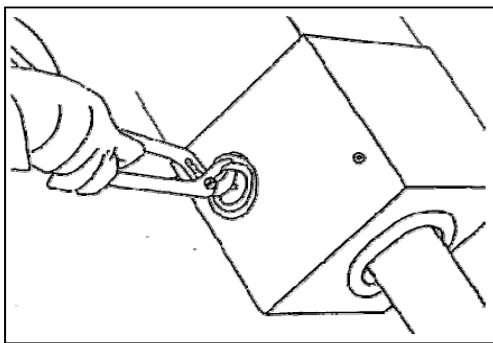
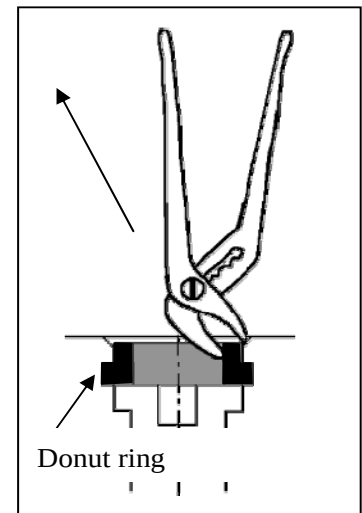

Fig.1
Fig.2
- 1) Verwijder Afdekplaat (8), zie pagina **Fout! Bladwijzer niet gedefinieerd.** tot 10 .
- 2) Verwijder de donut ring met een waterpomptang. Zie Fig. 1 en Fig. 2.
De ring komt er het makkelijkst uit wanneer onder een hoek van 30 graden wordt getrokken, zie Fig. 2.